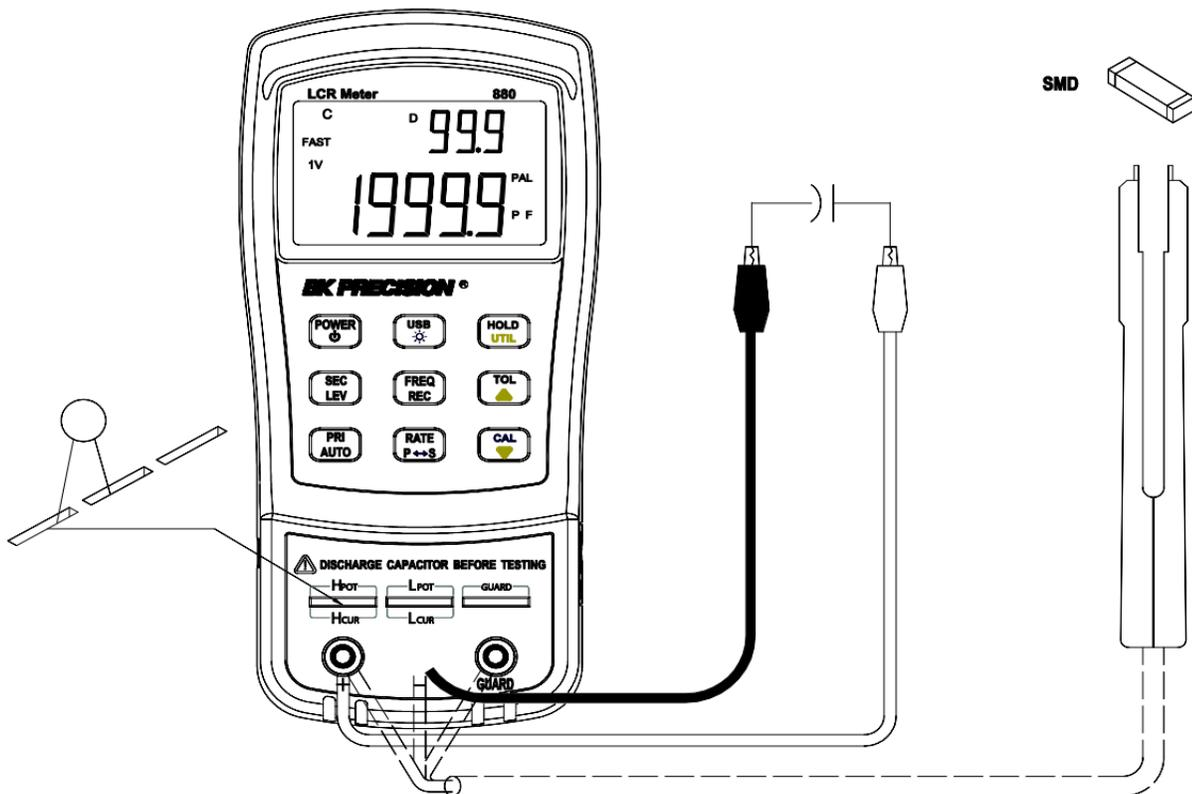

图 12-电容测量设置
3. 将已放电电容或容性零件插入输入插座，或将鳄鱼引线连接到香蕉插孔输入端子，并将夹子连接到元件引线，如图 12 所示。